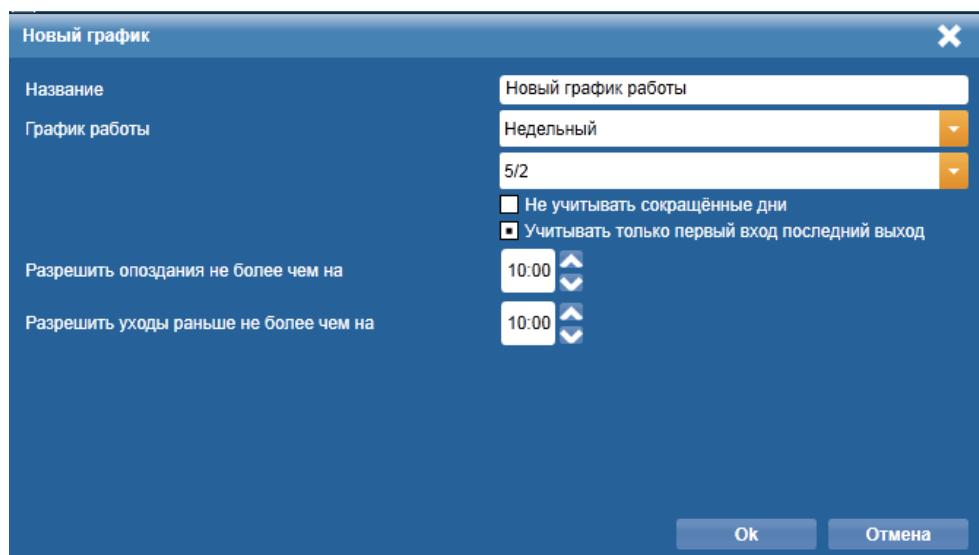

Рисунок 39. Окно **Новый график работы**
- 3) В отобразившемся окне **Новый график работы** (Рис. 39) ввести следующие параметры:
- 3) В отобразившемся окне **Редактирование графика работы**, которое по структуре аналогично окну **Новый график работы** (Рис. 39) отредактируйте необходимые параметры.